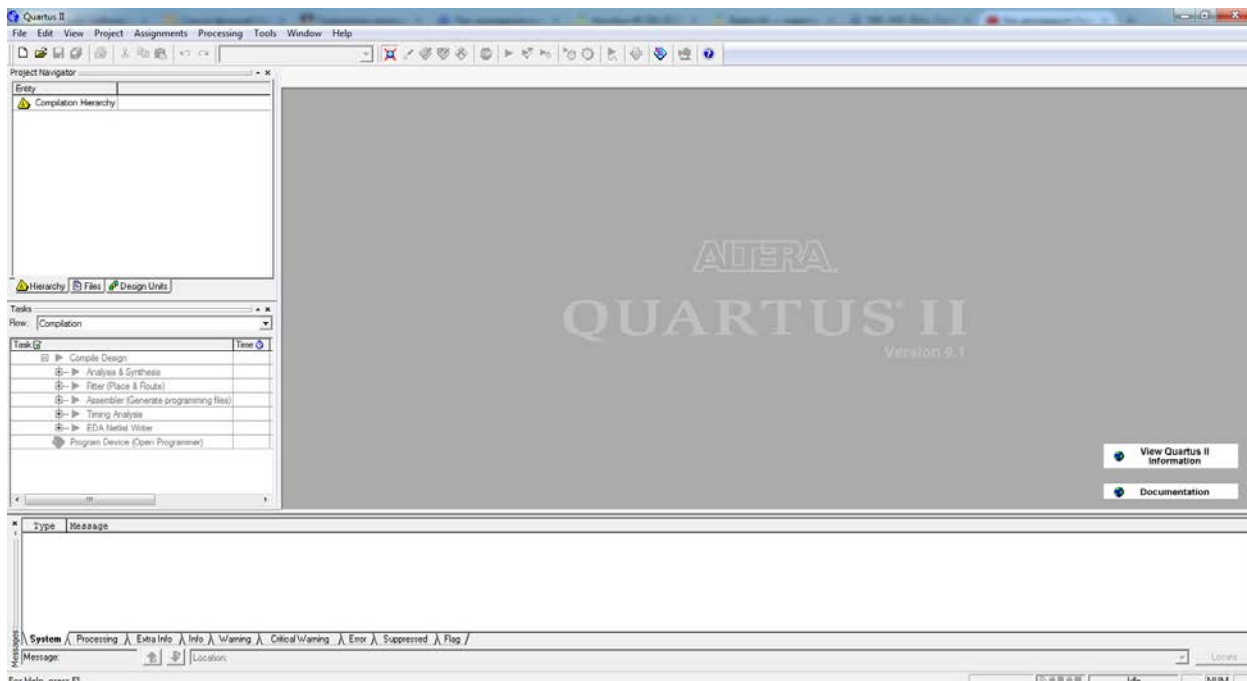

Рис. 1.1
1. Запустити програмне забезпечення Altera Quartus II 9.1 sp2 (див. рис. 1.1).